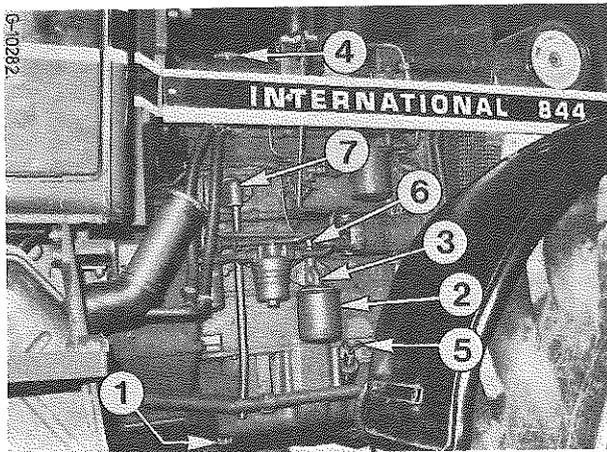
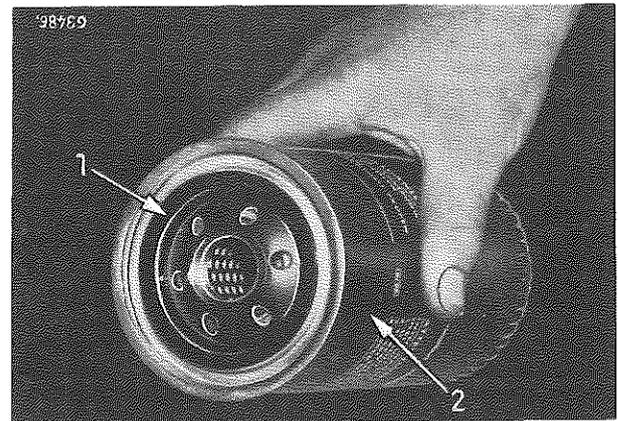

Figure 66
Figure 67
- 1 - Enlevez le bouchon de vidange (1) Fig. 66 du carter d'huile et videz entièrement le carter pendant que l'huile est chaude. Pour assurer une bonne aération, en vue d'accélérer la vidange, enlevez le bouchon de remplissage (4).
- 2 - Remettez le bouchon en place (1) lorsque le carter est vide, et remplacez son joint.
- 3 - Nettoyez l'extérieur du filtre (2) pour empêcher les impuretés de pénétrer dans les système de graissage.
joint (1) d'huile moteur, Fig. 67, et serrez le filtre à la main. N'utilisez aucun outil.
- 6 - Faites le plein d'huile jusqu'au repère «maxi» de la jauge, par l'orifice de remplissage (4) Fig. 66.
Nettoyez le filtre du reniflard conformément au tableau d'entretien. Otez le tuyau du reniflard (7) Fig. 66 et sortez l'élément. Lavez-le dans du combustible Diesel et séchez-le à l'air comprimé.